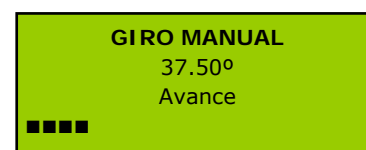

Figura 24.
- **Modo de giro manual sin introducir previamente un ángulo por teclado.** Para acceder a este modo, pulse el pedal directamente desde el menú inicial. Al pulsar el pedal, la máquina comienza a girar en sentido de avance y en pantalla se visualiza la información que se muestra en la Figura 24.